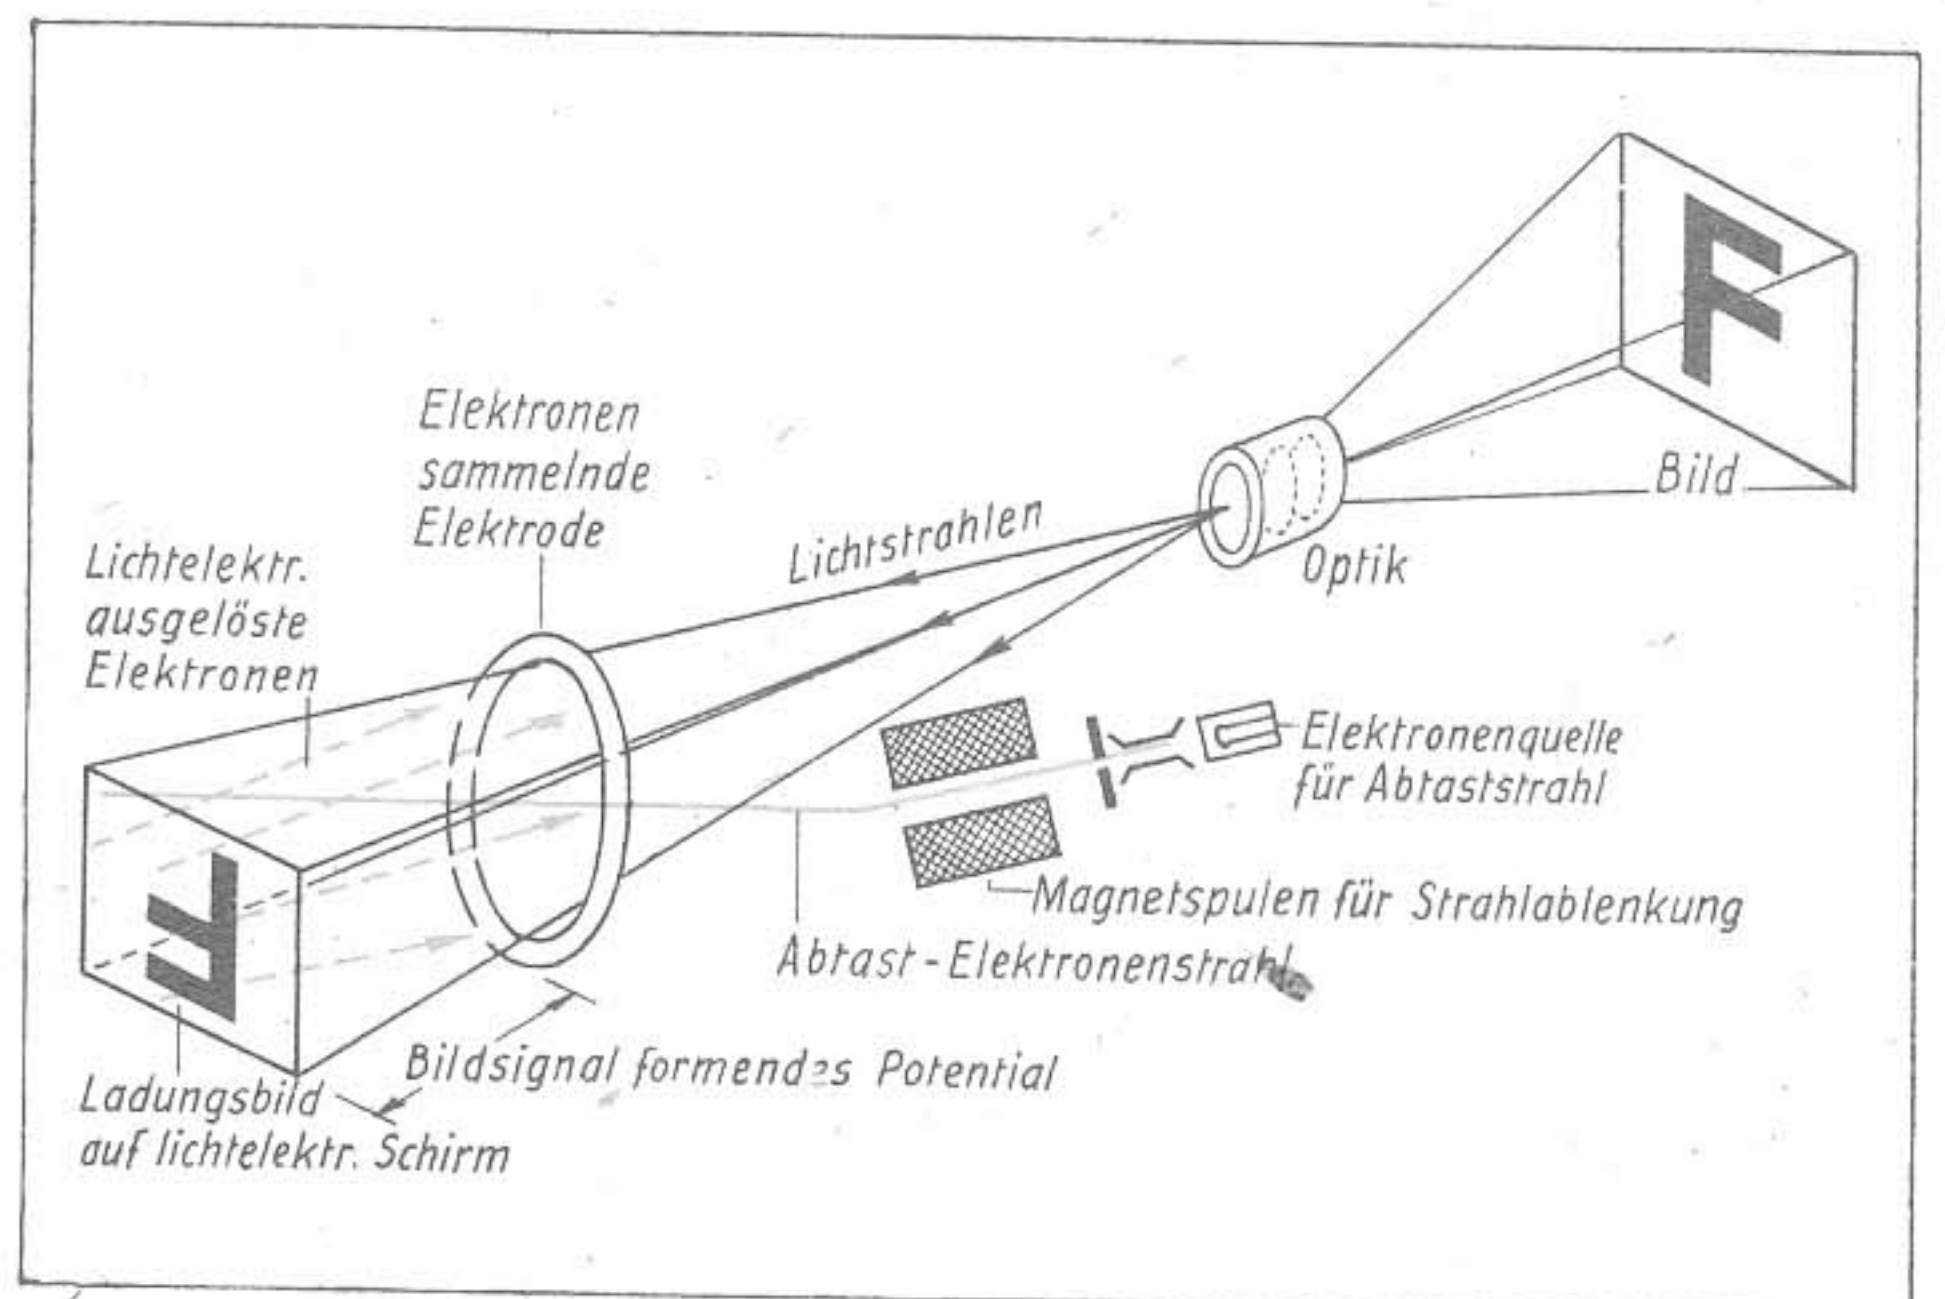

Abb. 2. Schema des Ikonoskop-Prinzips
2. Das optische Bild wird auf einem Schirm erzeugt, der eine mosaikartige Schicht mit verteilten, sehr kleinen Elementen fotoelektrischer Empfindlichkeit trägt. Dieser Schirm gibt ebenfalls Elektronen gemäß der Lichtverteilung ab, die aber an einer Elektrode gesammelt werden. Auf dem Schirm entsteht dadurch ein dem optischen Bild entsprechendes positiv elektrisches Ladungsbild. Die Bildauflösung erfolgt dadurch, daß ein feiner Elektronenstrahl längs dicht untereinander stehender Zeilen geführt wird und dabei die Ladungen der einzelnen fotoelektrischen Bildelemente beseitigt, was fortlaufende Spannungsschwankungen am Mosaikschirm liefert. Dieses Prinzip (Abb. 2) liegt der Ikonoskop genannten Bildaufnahmeröhre zugrunde.